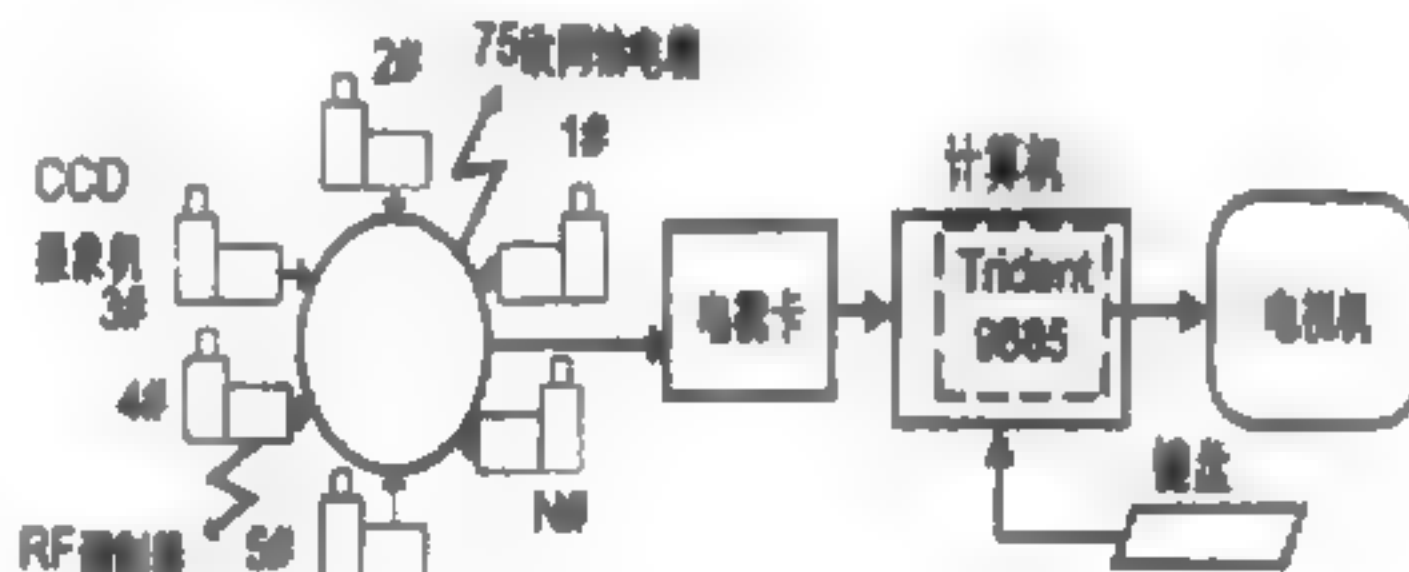

图 2 多点单线传输单屏切换监视
1. 多点监视:如图 2,摄像机输出信号经射频调制后单线(75 欧同轴电缆)传输,通过电视卡被计算机接收,再使用 Trident 9685 显示卡,在大屏幕电视机上多点切换显示。由于采用了廉价的 RF 调制器,成本低,可靠性高。还可以用软件实现自动运动目标识别,一般采用数字差影(即不同时刻的两幅图像的差图)算法。常用于工业生产现场和保安。